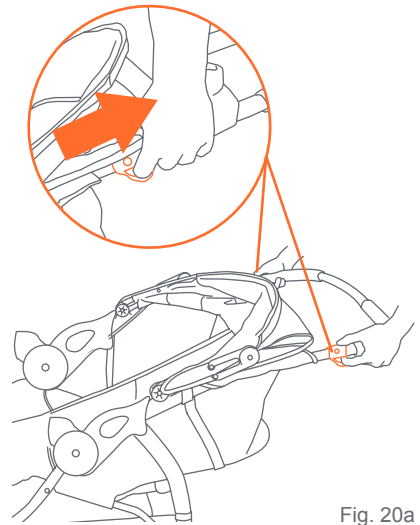
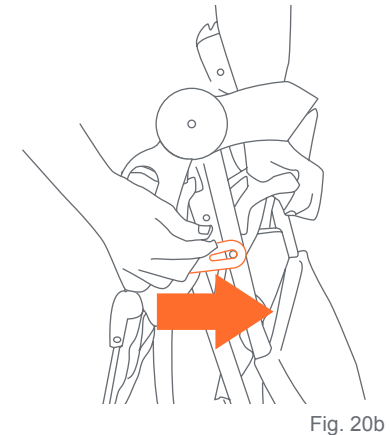

Fig. 20a
Fig. 20b
• La poussette est pliée en tirant simultanément chaque plide déclenchement (Fig. 20a). Lorsque les verrous sont libérés, la poignée va commencer à tomber vers le sol. Relâchez les boutons et appuyez vers le bas sur la Poussette jusqu'à ce qu'elle est complètement pliée. Verrouillez la Poussette pliée dans la position fermée en attachant la sangle de verrouillage, situé sur le côté droit de la poignée de la poussette, sur le rivet situé sur l'accoudoir. (Fig. 20b)